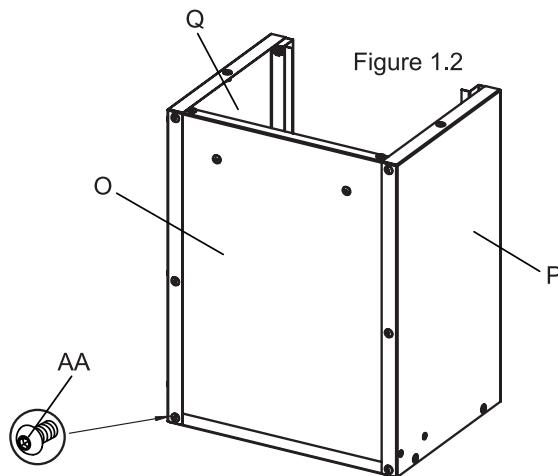

Figure 1.2
- Insert back panel (O) inside the two side panels (P & Q) and bottom (V). Align and insert M6 x 16mm bolts (AA) into holes and tighten with supplied hex key. See Figure 1.2
- Die Rückwand (O) in die beiden Seitenwände (P und Q) und den Boden (V) einsetzen. Die M6 x 16-mm-Schrauben (AA) ausrichten, in die Löcher einsetzen und mit dem mitgelieferten Sechskantschlüssel festziehen. Siehe Abbildung 1.2